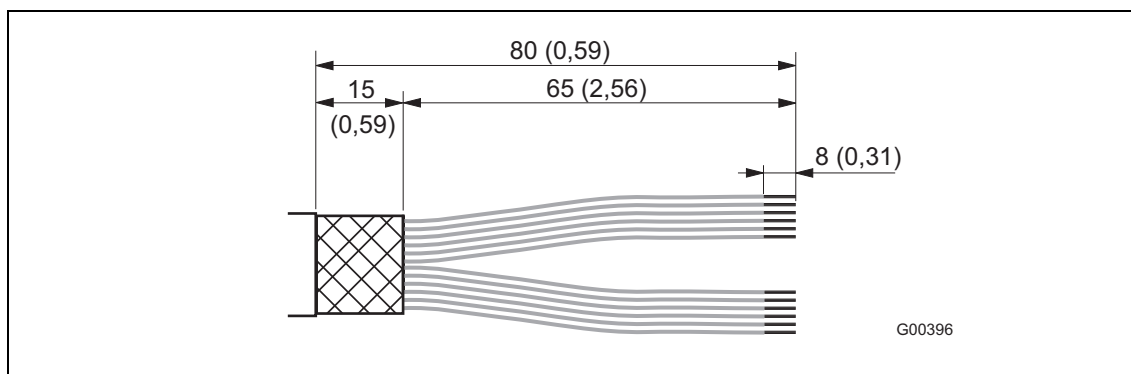

Рис. 29
Выполните сборку кабелей, как показано на рисунке. (См. рис. 29 и 30)
1. Снимите изоляцию с сигнального кабеля, как показано на рис. 29.